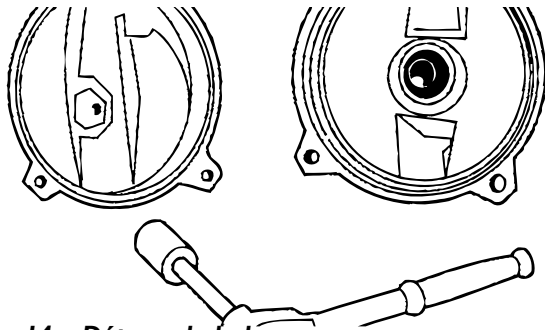

Figure 14 – Dépose de la buse
8. La buse des modèles de 1/2 ch se dépose du carter de la pompe avec n'importe quelle clé à douille de 1 1/4 po et une rallonge (figure 14).